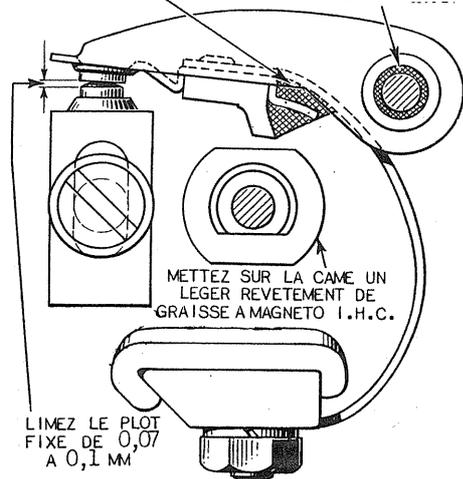

FIGURE 87 - GRAISSAGE DU MECANISME DE RUPTURE H-4.
Avant de remonter le mécanisme de rupture nettoyez soigneusement toutes les pièces pour enlever toute la graisse et la saleté. Garnissez l'espace qui est derrière la plaquette de friction, avec de la graisse à magnéto I.H.C., comme indiqué dans la figure 87. Servez-vous pour cela d'un petit tournevis propre comme spatule. Garnissez ensuite le logement du coussinet (4), figure 89, avec de la graisse à magnéto I.H.C. Utilisez juste suffisamment de graisse pour garnir le logement qui est dans l'arbre. Mettez un léger revêtement de graisse sur la came du rupteur.